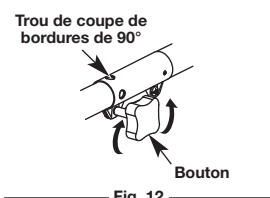

Fig. 12
1. Dévissez le bouton vers la gauche (Fig. 12).
3. Serrez le bouton en le tournant à droite (Fig. 12).
Pour couper les bordures à l'aide de la tête d'accessoire de coupe sur les modèle EZ-Link^{MC}, verrouillez le bouton de déclenchement de l'accessoire de coupe dans le trou de 90° (Fig. 12).